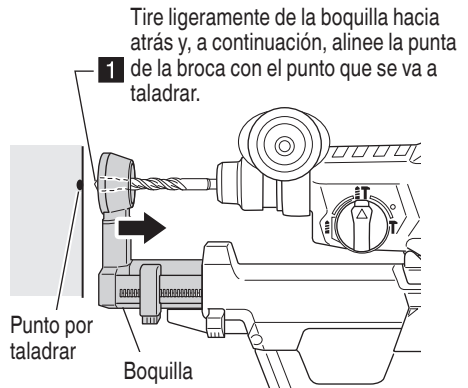

Fig. 16
- (1) Agarre la boquilla con la mano y tire de ella ligeramente hacia atrás y, a continuación, alinee la broca con el punto que se va a perforar. (Fig. 16)